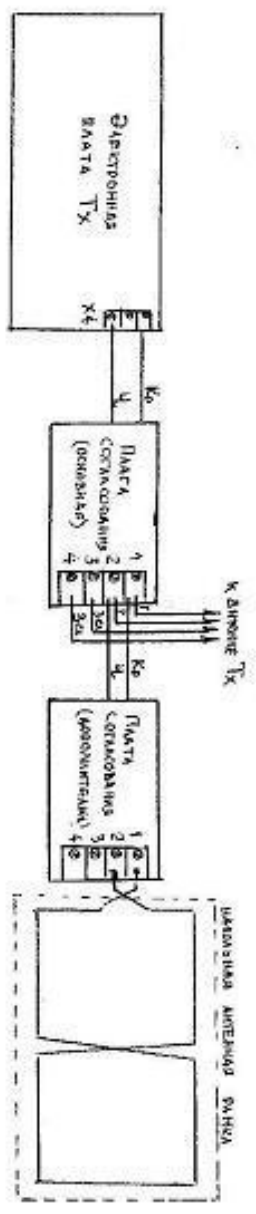

Рис. 4
На Рис.4 и Рис.5 показан пример укладки и подключения напольной антенны в виде одиночной «восьмёрки». Высота такой «восьмерки» берется равной $2/3$ расстояния между передающей (TX) и приемной (RX) антенной противокражной системы, а ширина - равной двойной ширине антенны противокражной системы. Кабель питания от передающей антенны (TX) к приемной антенне (RX) прокладывается по внешнему периметру «восьмёрки».